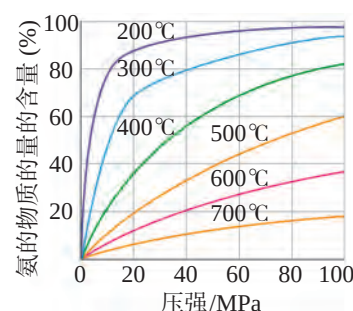

图 2.7 反应条件对合成氨含量的影响 (氢氮比为 3)
如图 2.7 所示,温度升高,虽然能增大合成氨的反应速率,但会降低平衡混合物中氨的含量。温度过低,化学反应速率较小,需要很长时间才能达到平衡状态。在选择某反应的温度时,还应考虑催化剂的活性温度,以便最大限度地发挥催化剂的作用。所以,为了工业合成氨有较快的反应速率,必须在铁催化剂活性较高的温度下进行,为此合成氨反应一般选择在 500°C 左右的温度下进行。催化反应主要发生在催化剂的表面,因此,要提高催化效率、降低成本,增大催化剂的比表面积^①十分重要。
- (1) H_2 与硫化合的反应是放热反应还是吸热反应?
- (2) 已知 H_2Te 分解反应的 $\Delta S > 0$, 请解释为什么 Te 和 H_2 不能直接化合。
- (3) 上述资料信息中是否都能够说明硫元素非金属性强于硒元素?
6. 体积比为 1:3 的 N_2 和 H_2 在不同温度及压强下反应, 平衡混合物中氨的物质的量的含量如图 2.7 所示。回答下列问题: